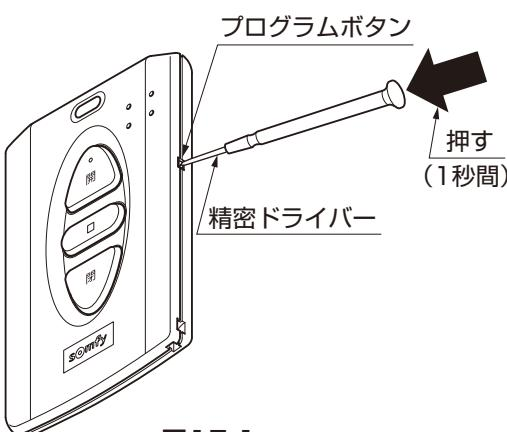

図15-1
- 登録済みのカードリモコンのプログラムボタンを、シャッターが小さく上下に動くまで、精密ドライバーなどで約1秒押して再設定してください。（図15-1参照）